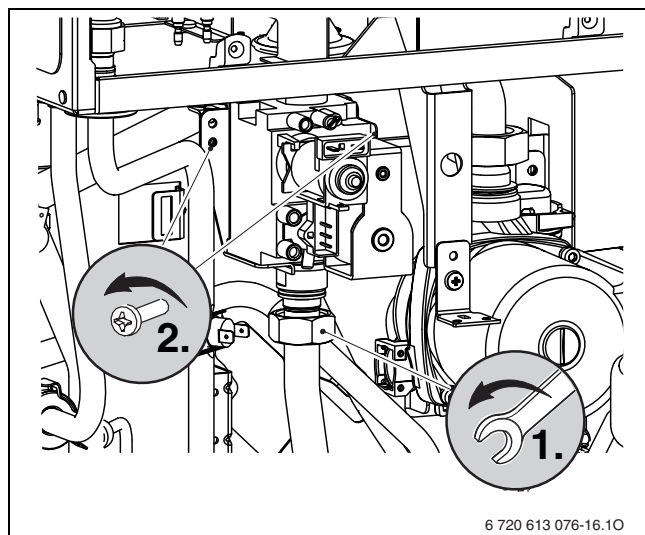

Fig. 58
- ▶ Svitare il tubo di collegamento del gas (fig. 58).